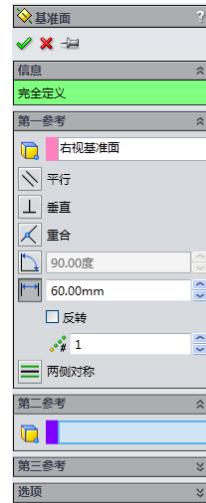
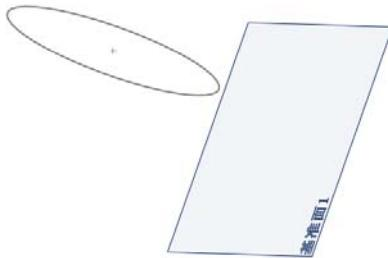

图 3-55 “基准面”属性管理器
图 3-56 添加的基准面
**04** 添加基准面。在左侧的“FeatureManager 设计树”中，选择“右视基准面”，然后在菜单栏中选择“插入” $\rightarrow$ “参考几何体” $\rightarrow$ “基准面”命令，或者单击“特征”工具栏中的“基准面”图标按钮 $\diamond$ ，此时系统弹出如图 3-55 所示的“基准面”属性管理器。在“等距距离”一栏中输入值 60mm，单击属性管理器中的“确定”图标按钮 $\checkmark$ 。添加一个新的基准面，结果如图 3-56 所示。